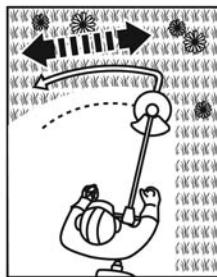

Fig. 26
- > Muévase de forma lenta y regular con el producto, en un arco de izquierda a derecha, y lleve el producto nuevamente a su posición inicial antes de moverse a la siguiente área (Fig. 26).